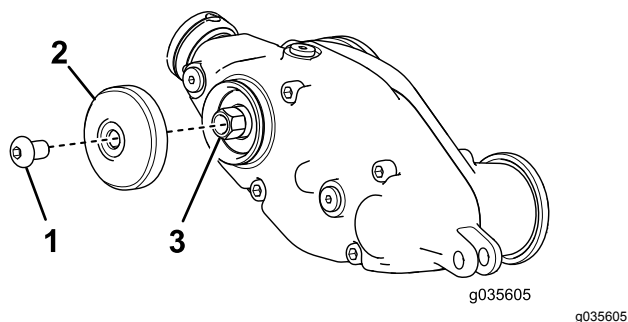

Figura 13
7. **Solo per gruppo groomer universale (senza kit spazzola per rullo posteriore montato):** montate la copertura esterna con una vite a testa tonda a esagono incassato (5/16" x 1/2") come illustrato nella Figura 13.